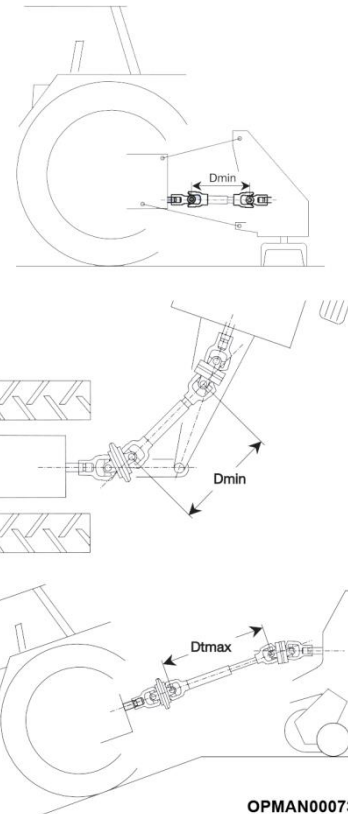

Abbildung 3.5 - Max/min Eingangswellenüberdeckung
Stellen Sie die Zugmaschine/den Kreiselmäher so auf, dass die beiden Wellenhälften zwischen den beiden Enden den Mindestabstand aufweisen, siehe Abbildung 3.5. Überprüfen Sie an dieser Stelle, ob es Behinderungen des Außenrohrs durch das Gabelinnenrohr gibt, und ob das Außenrohr gekürzt werden muss.
Bei gezogenen Kreiselmähern gilt beim Lenken der Mindestabstand „Dmin“ (siehe Abbildung 3.5) zwischen den Gelenken. Vergewissern Sie sich, dass im Zustand der maximalen Ausdehnung „Dmax“, die in der Regel auftritt, wenn die Maschine ausgerichtet langsam nach unten fährt, die Verbindung zwischen den beiden Rohren noch ausreichend ist.
- 3.3.3.1 Stellen Sie Zugmaschine und Maschine bei angeschlossener Eingangszapfwelle in die engste mögliche Kurvenposition, Dmax (siehe Abbildung 3.5).